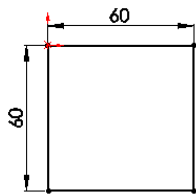

图 3-74 绘制的草图
**02** 绘制草图。在菜单栏中选择“工具”→“草图绘制实体”→“矩形”命令，或者单击“草图”工具栏中的“边角矩形”图标按钮，以原点为一角点绘制一个边长为 60 的正方形，结果如图 3-74 所示。